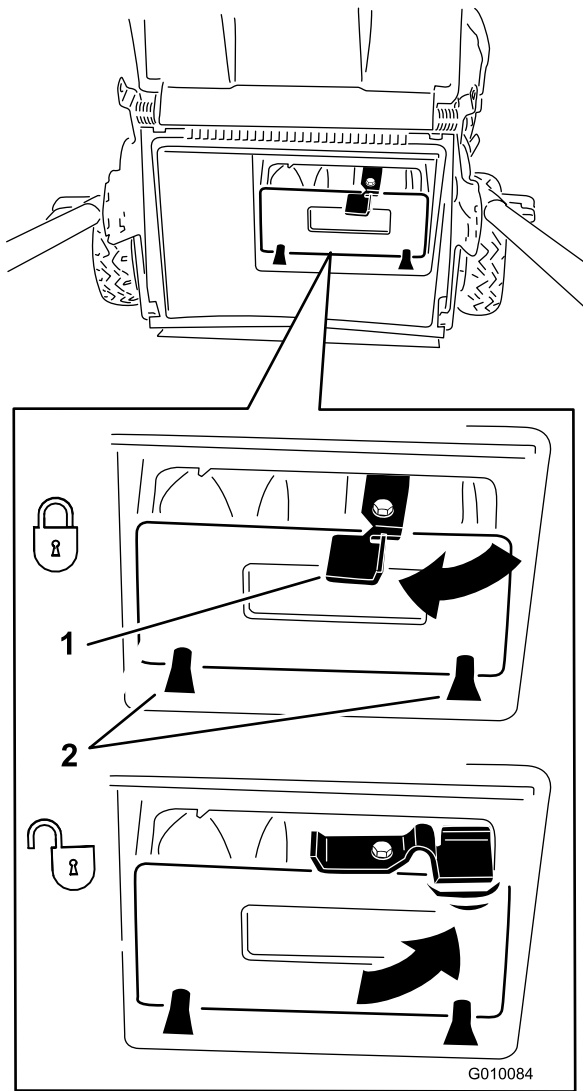

Figura 28
**Importante:** Asegúrese de que el tapón de descarga trasera está bloqueado en su sitio. Para bloquear el tapón, presione firmemente hasta que encaje en su lugar detrás de las pestañas, y gire la palanca del tapón a la izquierda (Figura 28).
**Nota:** Para desbloquear el tapón, gire la palanca del tapón a la derecha (Figura 28).